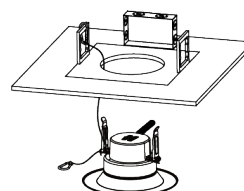

Fig. 3
- Fixer le mousqueton de sécurité au boîtier du luminaire existant (Fig. 3).